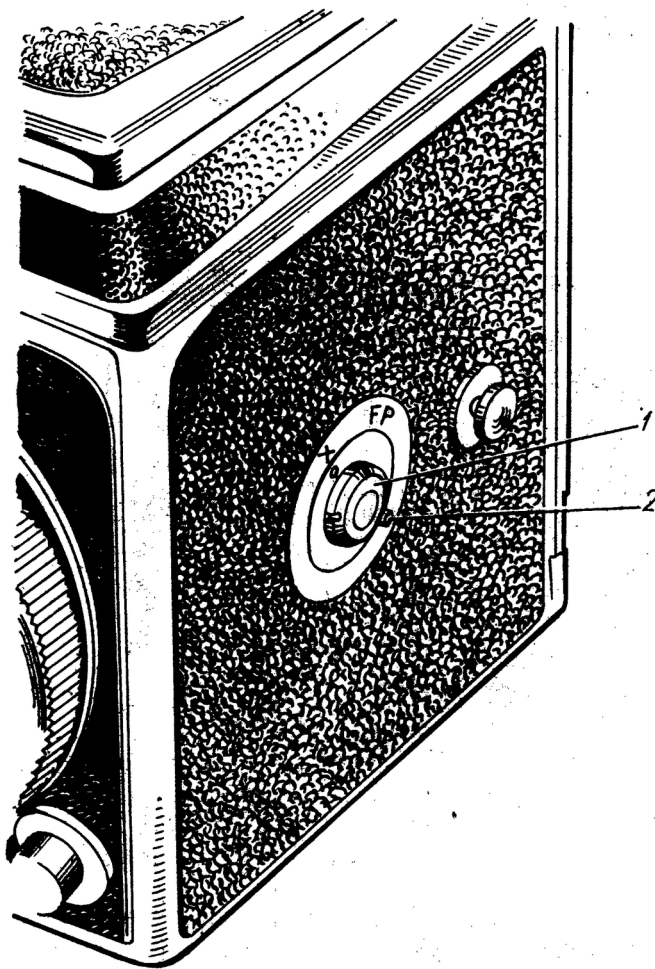

Рис. 6. Штепсельное гнездо на корпусе камеры:
6.7.7. Установить штепсельное гнездо 1 (рис. 6) на свое место. Для этого установить кольцо 2 с кнопкой в гнездо так, чтобы палец кольца вошел в паз рычага 1 (рис. 18). Завинтить штепсельное гнездо 1 (рис. 6) до упора ключом 7812-4581. Проверить вращение кольца с кнопкой 2: оно должно быть плавным и вращаться от упора «FP» до упора «X». Осевой люфт должен быть незначительным.